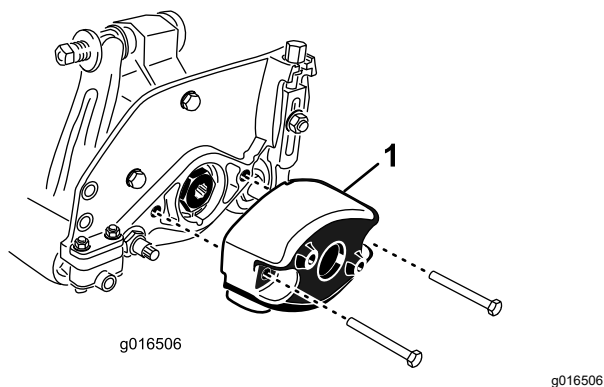

**Figura 7**
2. Îndepărtați cele 2 uruburi cu cap imbus care fixează suportul motorului pe capătul din stânga al unităii de tăiere. Îndepărtați suportul motorului (Figura 7).
3. Aplicați lubrifianț pe diametrul interior al cuplajului de antrenare (Figura 7).
4. La capătul stânga al unităii de tăiere, aplicați un strat ușor de ulei pe inelul de etanare și montați suportul motorului cu cele 2 uruburi cu cap imbus îndepărtate anterior (Figura 7). Strângeți șuruburile la un cuplu de 16 - 20 Nm.